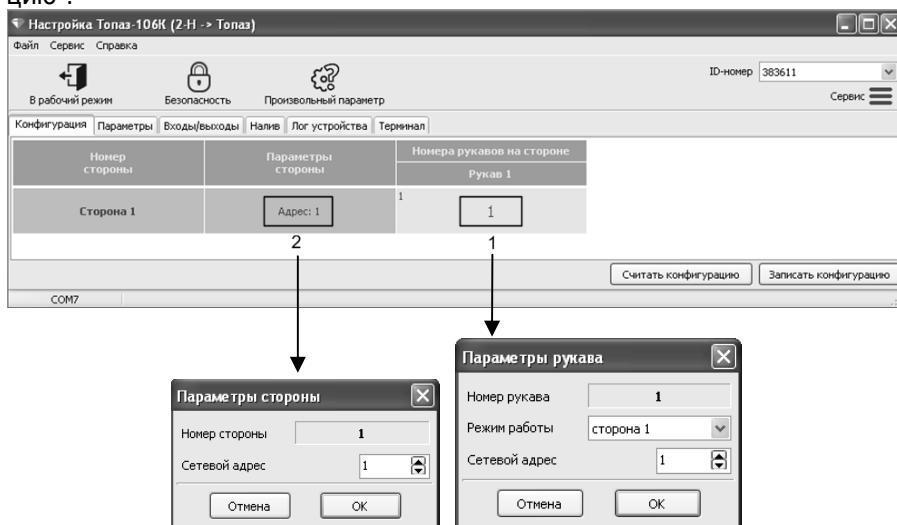

Рисунок 3
10.3 На первой вкладке программы считать конфигурацию устройства, нажав соответствующую кнопку (рисунок 3). Для стороны и рукава настроить параметры, указанные ниже (их подробное описание приведено в общем перечне в пункте 10.4).